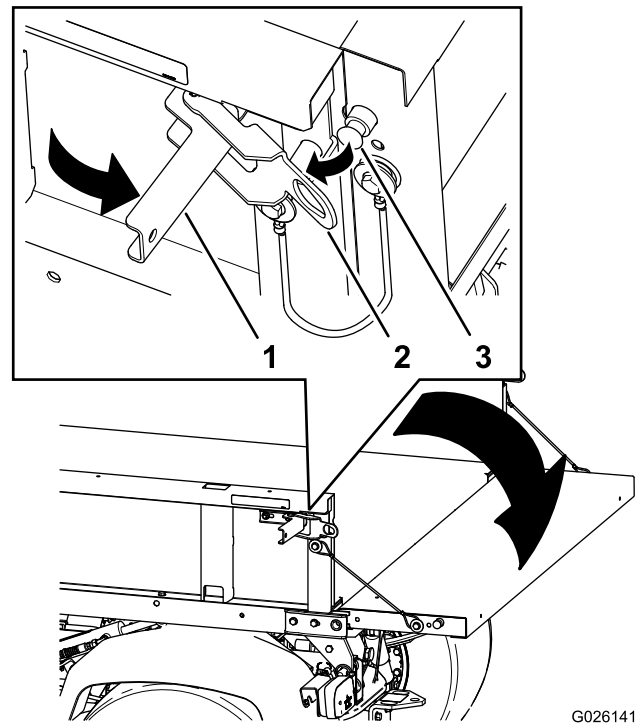

図 13
2. 荷台の左右にあるラッチを解放してテールゲートを下げる(図 13)。